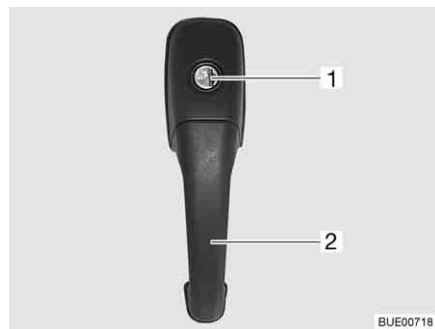

Bild 39 Türschloss Eingangstür, außen
- Schlüssel in Schließzylinder (Bild 39,1) stecken und drehen, bis das Türschloss entriegelt ist.
- Am Türgriff (Bild 39,2) ziehen. Die Tür ist geöffnet.
- Schlüssel in Schließzylinder (Bild 39,1) stecken und drehen, bis das Türschloss verriegelt ist.